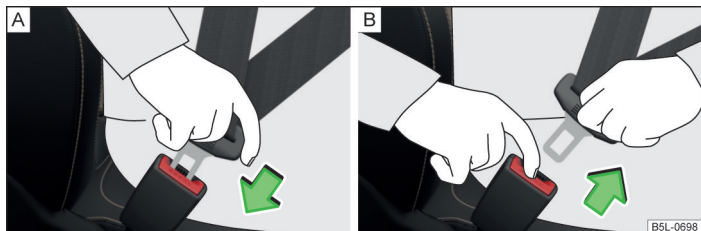

Fig. 138 Fixarea sau desfacerea centurii de siguranță
- » Introduceți clema de fixare în catarama aferentă a centurii de siguranță, până când se fixează cu un declic » fig. 138 - [A].
- » Apăsăți tasta de culoare roșie de pe catarama centurii » fig. 138 - [B], lamela de fixare sare afară.